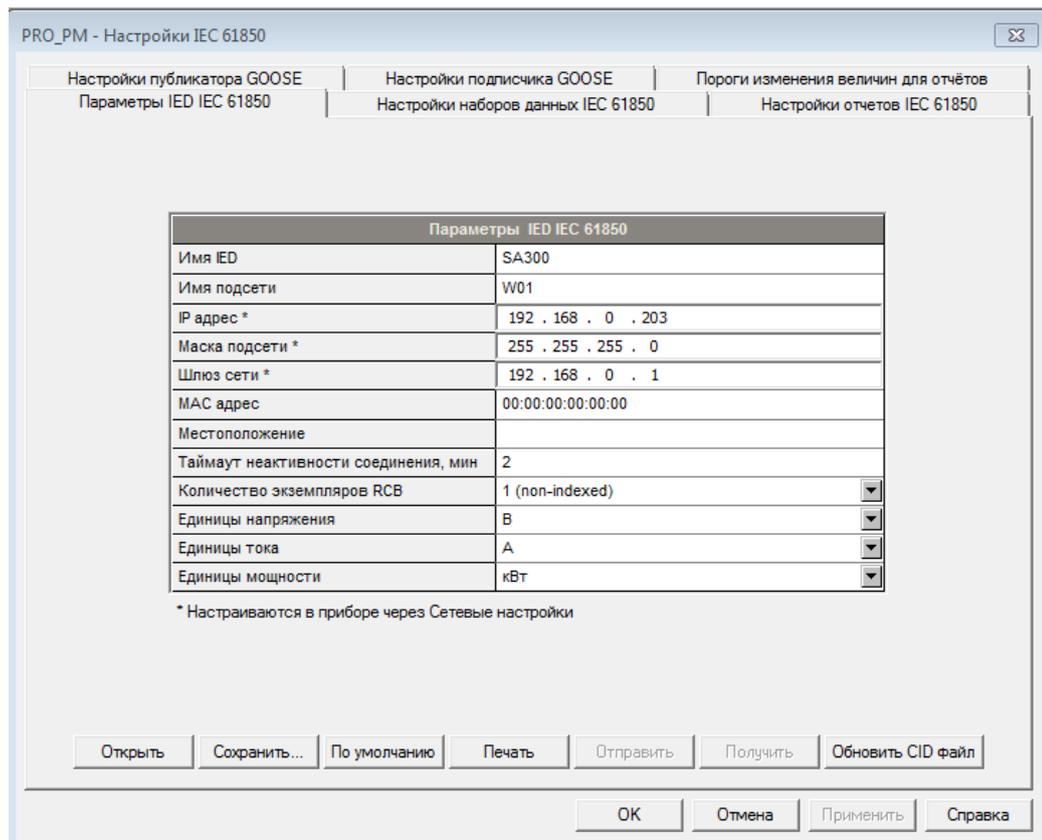

Рисунок 119 – Параметры IED IEC 61850
1. Выберите на панели меню ПО PAS «Настройки» – «Настройки IEC 61850», в открывшемся окне выберете вкладку «Параметры IED IEC 61850» (рисунок 119).